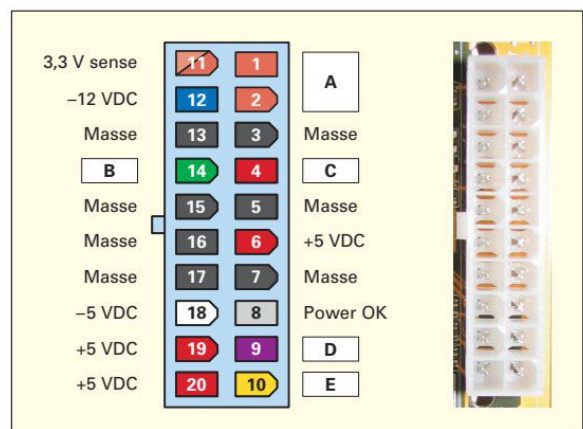

Bild 3: ATX-Buchse
3. Das Netzteil ist für die Stromversorgung des Computers zuständig. Es ist u. a. über einen Spezialstecker (ATX-Stecker) mit einer Buchse (**Bild 3**) auf dem Motherboard verbunden. Ermitteln Sie, z. B. mit einer Internet-Recherche, die fehlenden Bezeichnungen.